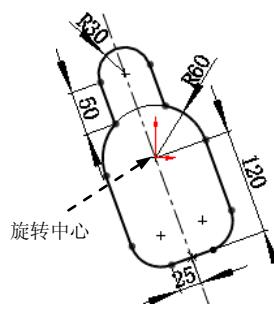

图 4.15.8 旋转草图
Step5. 定义旋转角度。在“旋转”对话框的 (角度) 文本框中输入数值 20，单击 按钮，完成草图实体的旋转操作，如图 4.15.8 所示。